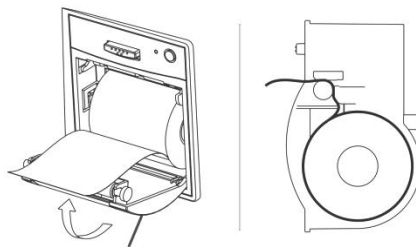

Abbildung 10.3 Aufzeichnungspapier einlegen
2. Legen Sie das Aufzeichnungspapier so in den Papierausgang, dass der Papierrand herausragt; siehe Abbildung 10.3.